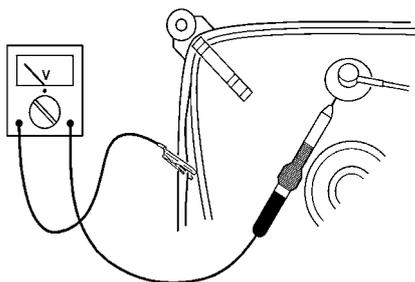

FIG. 9
- Para evitar que los ICs y transistores sean dañados se debe evitar la descarga de la tensión extremadamente alta (EHT). Para descargar el tubo de imagen se debe aplicar el método indicado en la fig.9; se evitará de este modo que el tubo de imagen sea dañado. Haga uso de una sonda EHT y un aparato medidor universal (posición-CC-V). Descargue hasta que la toma de lectura de medidas sea 0V (después de unos 30s).